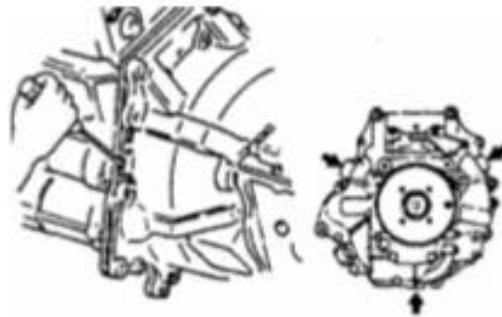

Fig. 4
f. Sacar las tuercas alrededor de la parte superior de la cubierta de embrague. Fig. 4
- i. Quitar el buje del eje de marcha atrás, el anillo de seguridad. Luego girar la caja de cambios 180°. Fig. 4.